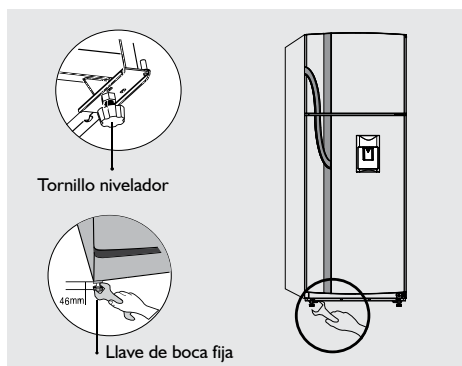

Figura 30
- El piso que va a soportar el refrigerador deberá ser lo suficientemente firme, plano y seco que garantice un buen apoyo y permita ajustar los niveladores para que el refrigerador quede estable. Después de instalada gire los tornillos niveladores hasta lograr una altura mínima de 46 mm entre el piso y la base del refrigerador; para lo cual debe utilizar una llave boca fija de 9/16. (Figura 30).